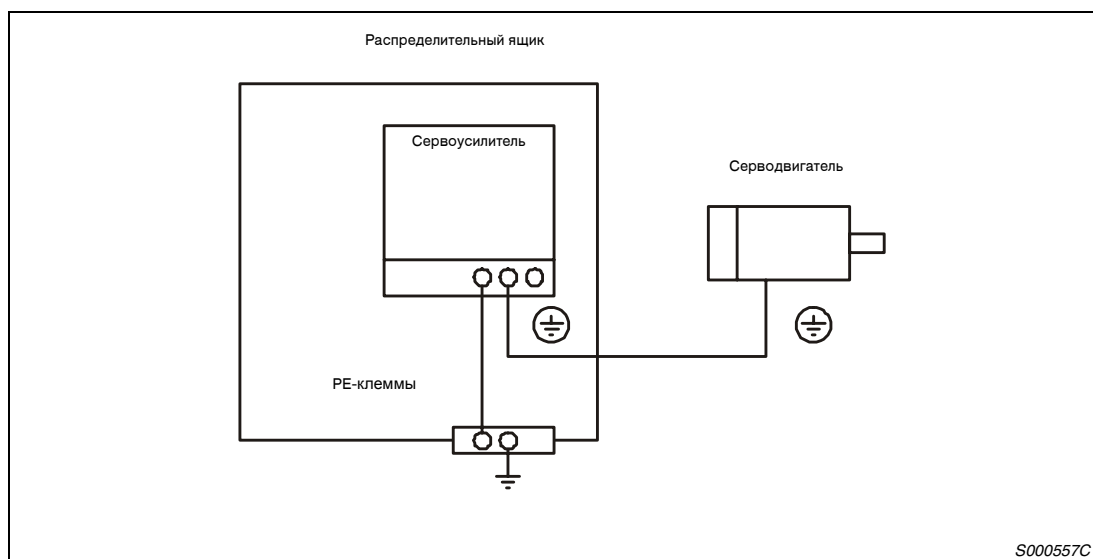

Рис.3-15: Подключение защитного соединения
- Соблюдайте правильность заземления серводвигателя и сервоусилителя. Для избежания электрического удара Вам необходимо соединить клемму защитного заземления (PE) сервоусилителя, обозначенную  $\perp$ , с клеммой заземления распределительного ящика.
- ① Подключайте серводвигатели при помощи соответствующих силовых разъемов.
- ② Для заземления подсоедините заземляющий кабель серводвигателя к клемме заземления на сервоусилителе. Одновременно с этим Вы должны заземлить сервоусилитель путем заземления распределительного ящика. См. рис. 3-15.
- ③ При использовании серводвигателя с электромагнитным тормозом, тормоз необходимо подсоединить через внешний источник напряжения 24 В DC.